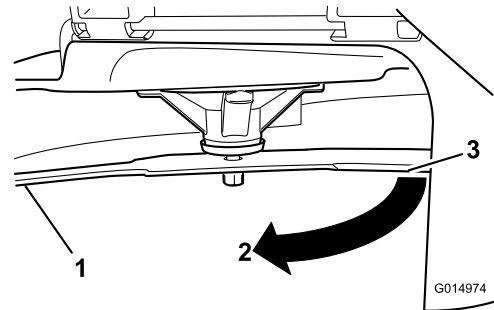

**Figure 55**
2. Enfilez des gants épais ou utilisez une autre protection adéquate pour les mains, et faites tourner la lame lentement jusqu'à une position permettant de mesurer la distance entre le tranchant et la surface plane sur laquelle se trouve la machine (Figure 55).